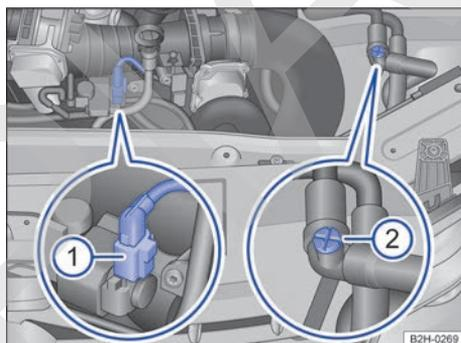

Fig. 150 En el compartimento del motor: conector ① y válvula de purga manual ②.
4.	Gire la válvula de purga manual → fig. 150 ② aproximadamente 3 vueltas en el sentido contrario al de las agujas del reloj.
6.	Desacople el conector situado junto a la varilla de medición del nivel de aceite → fig. 150 ① y fíjelo convenientemente. No vuelva a acoplar el conector hasta que no acuda a un taller especializado.